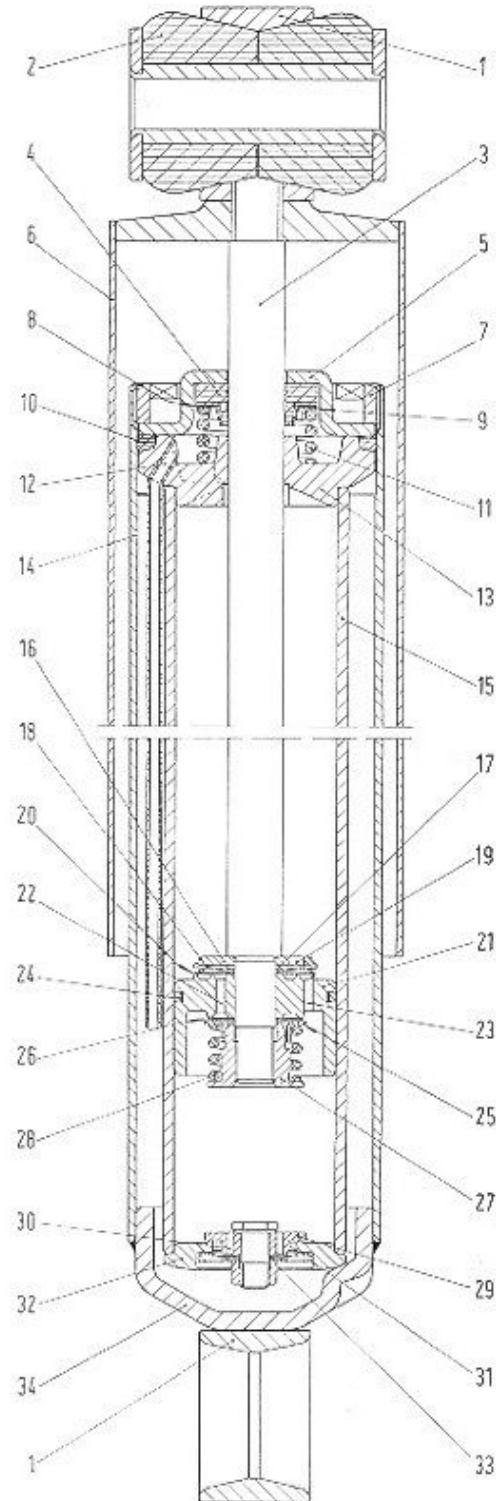

Abb. 90 - Schnitt durch einen hydraulischen Stossdämpfer der vorderen Aufhängung.
Die vorderen und die hinteren Stossdämpfer sind mit einer Vorrichtung zur Entfernung von Gasblasen aus dem Inneren der Zylinder versehen. Diese Vorrichtung setzt sich zusammen aus einer Kapillaröffnung, welche eine Verbindung des inneren Zylinders (15, Abb. 90) mit der oberen Kammer herstellt, und einer Rohrleitung (12), welche von der besagten Kammer aus zum Ölbehälter führt.